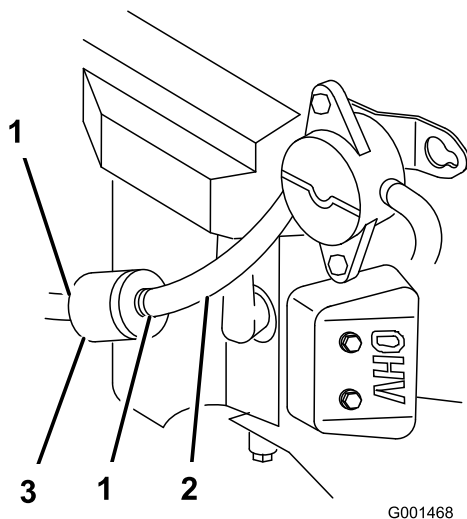

Figure 35
4. Pincez les extrémités des colliers et éloignez les colliers du filtre (Figure 35).